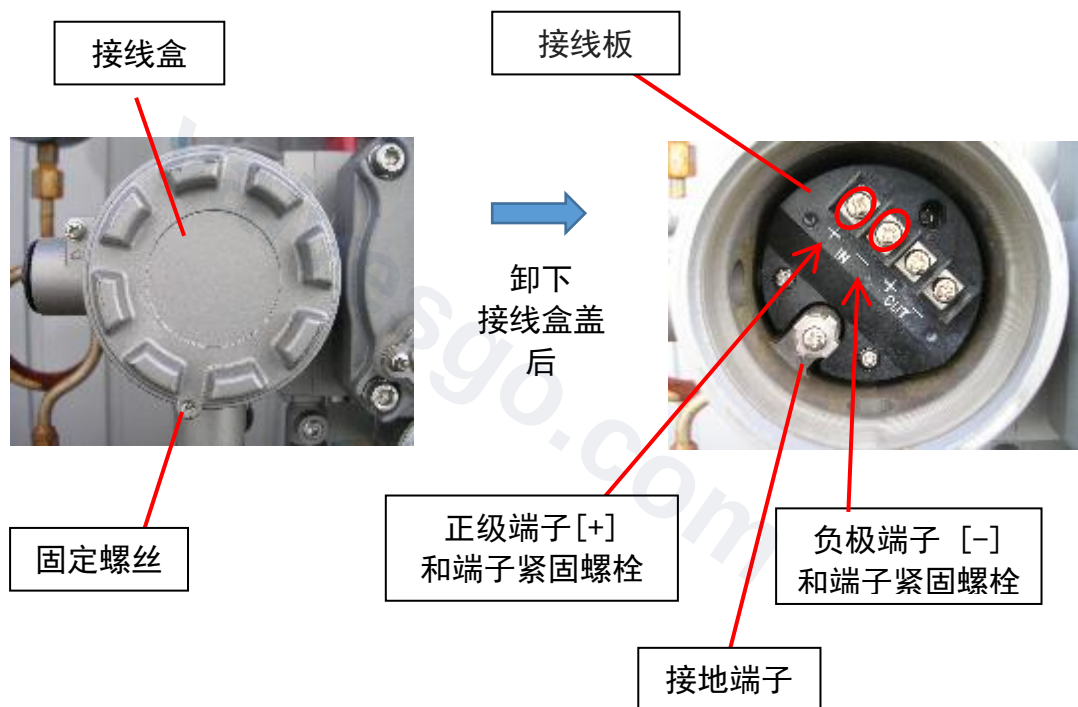

图 15
*端子接线方式（见图 15）
- ① 拆下接线盒的固定螺钉（使用六角扳手），然后拆下接线盒盖。
- ② 请将位于接线盒中的接线板的正极端子连接到外部输入线的正极线上。（如果是负极端子，请将负极端子连接到外部输入线的负极线上）。为保护定位器，请连接地端子。连接时，请将端子紧固螺栓拧紧，以免出现连接故障。
- ③ 连接外部线路后，请盖上接线盒盖并拧紧固定螺钉。（推荐拧紧力矩： $0.25\text{N} \cdot \text{m}$ ）